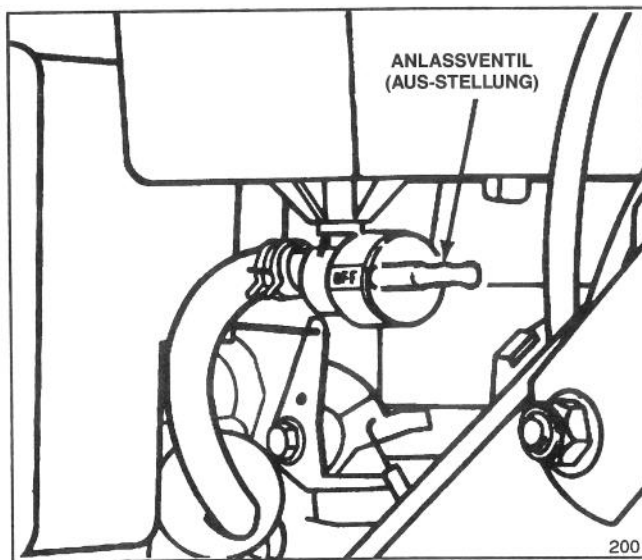

Abbildung 18
2. Das Anlaßventil in die OFF-Position bringen (Abb. 18).